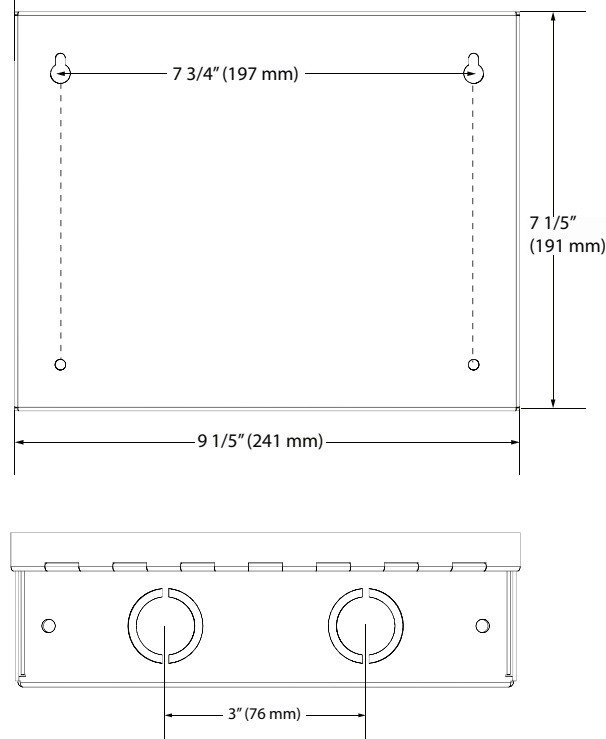

Figure 5: Dimensions du boîtier de l'alimentation électrique
1. Connecter les câbles d'alimentation de la charge MD-990 aux vis du terminal de l'écran tactile tel qu'illustré dans la figure 5.